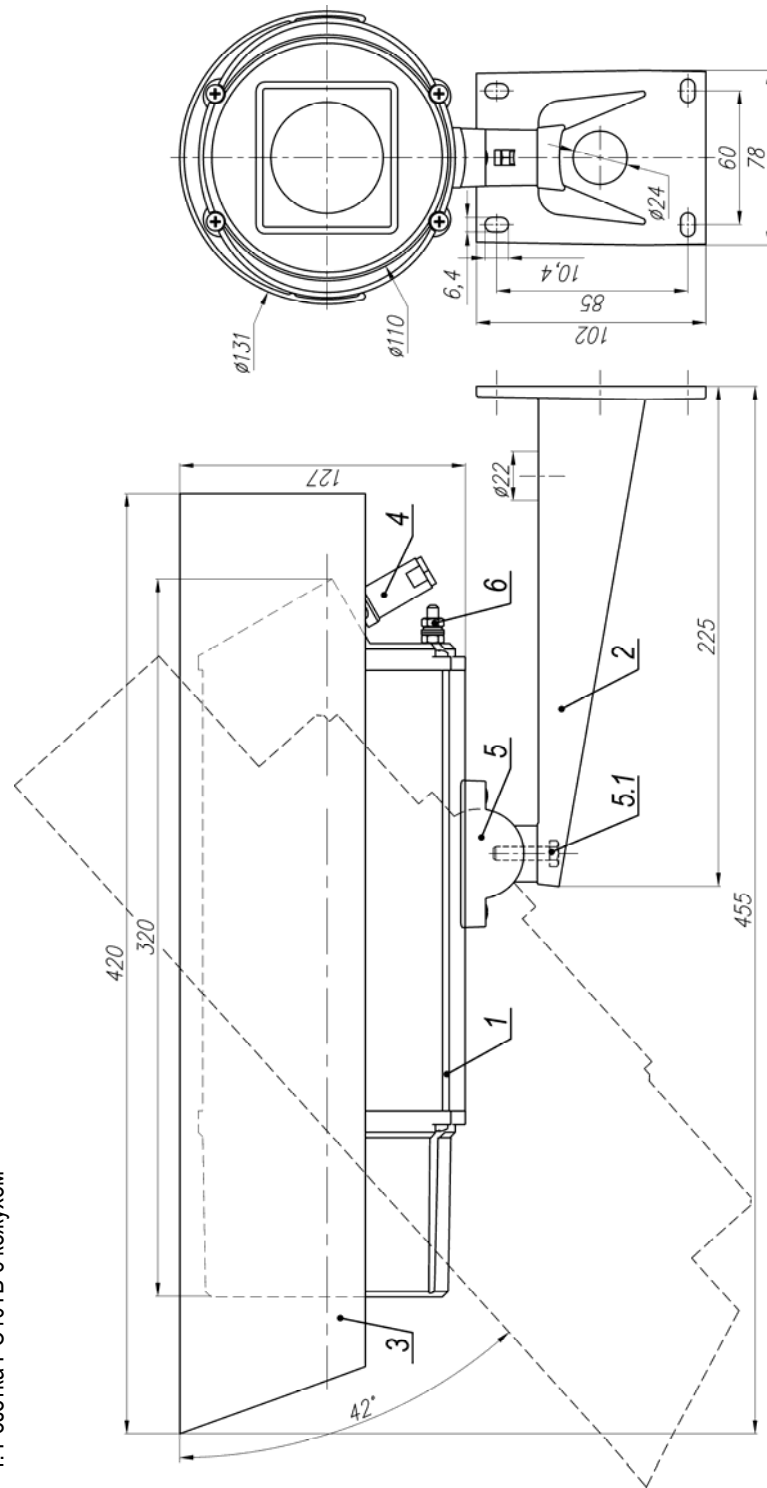

Рис.1 Габаритные и установочные размеры ТВК-94 PoE
9. Габаритные размеры см. рис.1
Состав изделия: (см. рис.1)
3. Ослабив болт фиксации шарнира (поз.5.1 рис.1), установить гермобок на нужное направление обзора, после чего надежно зафиксировать шарнир затянув болт.
4. Заземлить гермобок с помощью болта заземления (поз.6 рис.1).